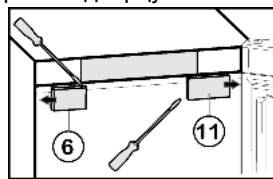

Fig. 5
- ▶ Снятие крышки со стороны ручки Fig. 5 (6): справа выведите из фиксатора при помощи плоской отвёртки и сдвиньте наружу.
- ▶ Снятие крышки со стороны шарнира Fig. 5 (11): слева выведите из фиксатора при помощи плоской отвёртки и сдвиньте наружу.
- ▶ Установите крышку Fig. 5 (6) снаружи со стороны шарнира с поворотом на 180° и защелкните ее.
- ▶ Установите крышку Fig. 5 (11) снаружи со стороны шарнира с поворотом на 180° и защелкните ее.